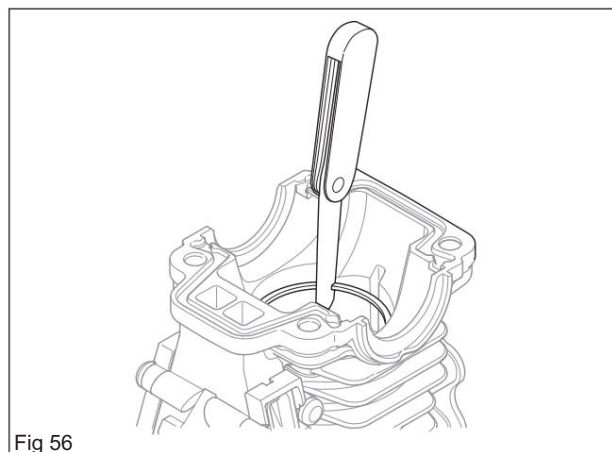

Fig 56
- Mesurer l'usure des segments de piston. Cela ne devrait pas dépasser 1 mm. (voir figure 56) Utilisez le piston pour pousser le segment de piston pour un alignement correct.